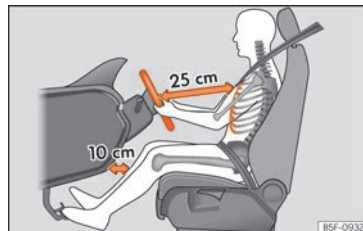

Abb. 2 Der richtige Abstand des Fahrers zum Lenkrad muss mindestens 25 cm (10 inch) betragen.
- Lenkrad so einstellen, dass der Abstand zwischen Lenkrad und Brustbein mindestens 25 cm (10 Zoll) beträgt »» Abb. 2 und das Lenkrad mit beiden Händen und leicht ge-
- Fahrersitz in Längsrichtung so einstellen, dass die Pedale mit leicht angewinkelten Beinen durchgetreten werden können und der Abstand zur Instrumententafel im Kniebereich mindestens 10 cm (4 Zoll) beträgt »» Abb. 2.